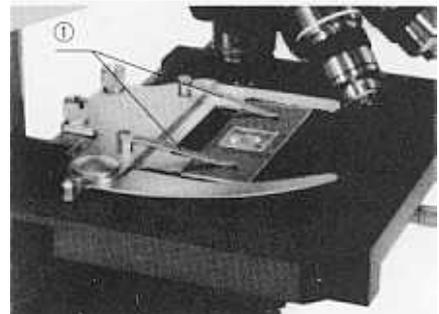

Abb.10
- o Für die Objekthalter sind Objektklammern (1) (Abb.10) als Zubehör erhältlich.